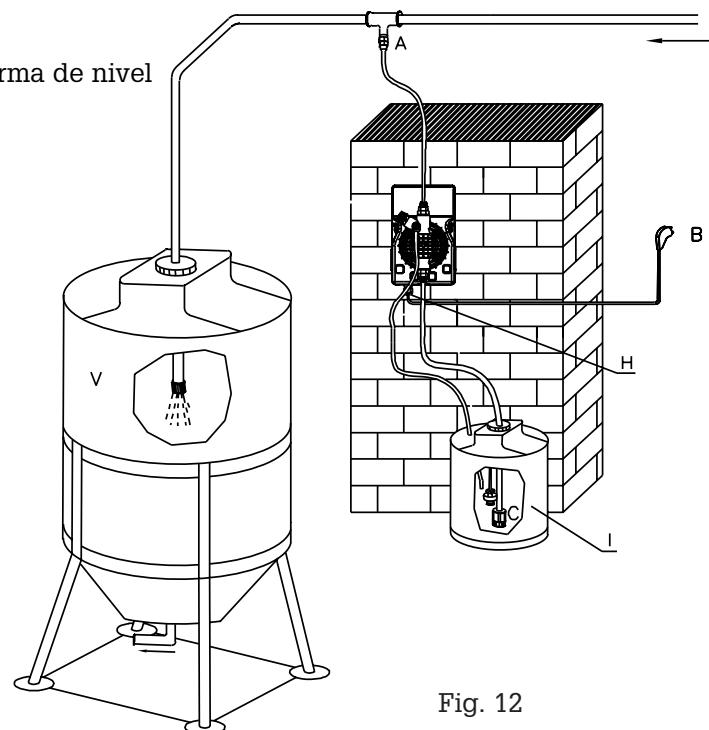

Fig. 12
6.2 - ESQUEMA TIPICO DE INSTALACION (Fig. 12)